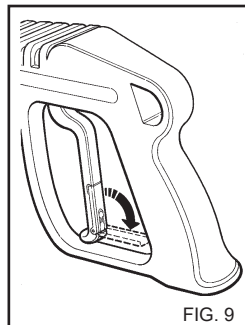

FIG. 9
- Включите предохранитель на ручке пистолета, если не будете использовать аппарат (Рис. 9).